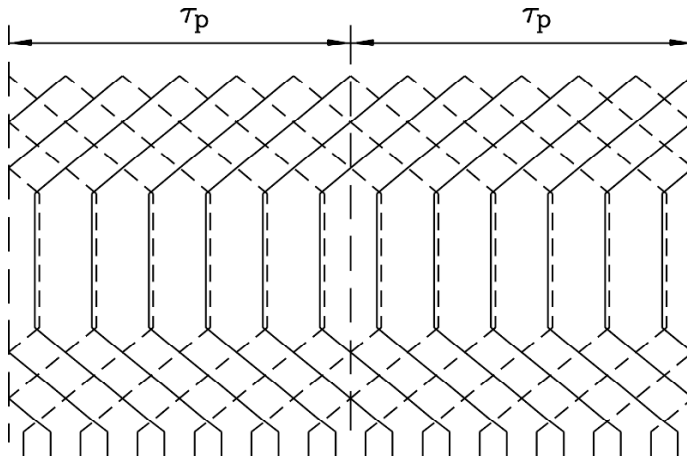

Bild A2.2-1: Vorlage für Wicklungsschema und Zonenplan für eine dreisträngige Zweischichtwicklung mit Spulen gleicher Weite
Bild A2.2-1 zeigt vom Schema einer zwölfpoligen Drehstromwicklung den Ausschnitt über zwei Polteilungen.
4. Zeichnen Sie in einen Zonenplan in Bild A2.2-1 unterhalb des Wicklungsschemas die Verteilung der Ströme für jenen Zeitpunkt ein, wenn Strang U stromlos ist. Wie groß sind die Momentanwerte der Ströme bei Drehstromspeisung (Stromamplitude $\hat{I}$)?
Es sind in Bild A2.2-1 zwölf Spulen der dreisträngigen Wicklung je Polpaar dargestellt: $q = 12 / (2 \cdot 3) = 2$.
Es liegen in Bild A2.2-1 zwei Spulenseiten in einer Nut (volle Linie: Oberschichtleiter, gestrichelt: Unterschichtleiter), daher ist es eine Zweischichtwicklung. Die Weite der Spulen ist $W / \tau_p = 5/6$. Es handelt sich um eine gesehnte Zweischichtwicklung.